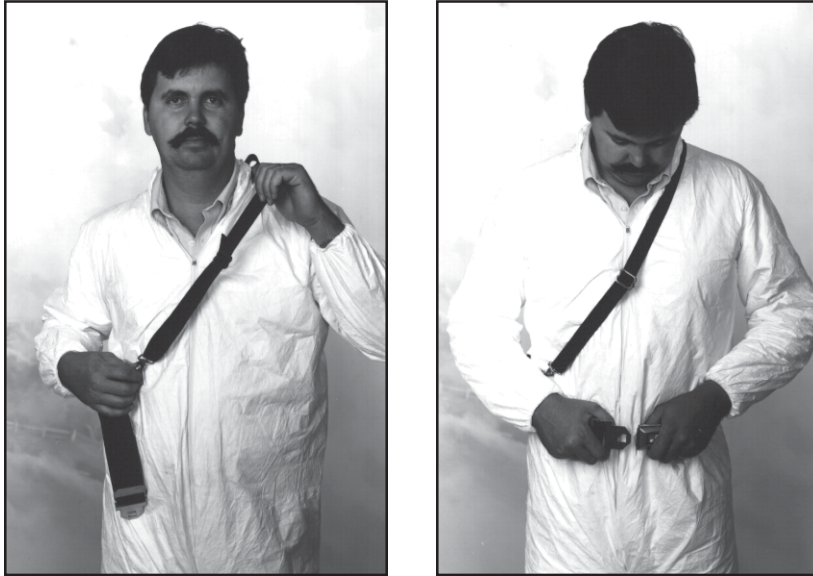

FIGURA 10
2. Pase la correa del hombro sobre el hombro derecho y la cabeza para que quede colocada sobre el hombro izquierdo. Véase la FIGURA 10. (Para conectar del lado DERECHO, pase la correa del hombro sobre el hombro izquierdo y la cabeza, de manera que quede sobre el hombro derecho).